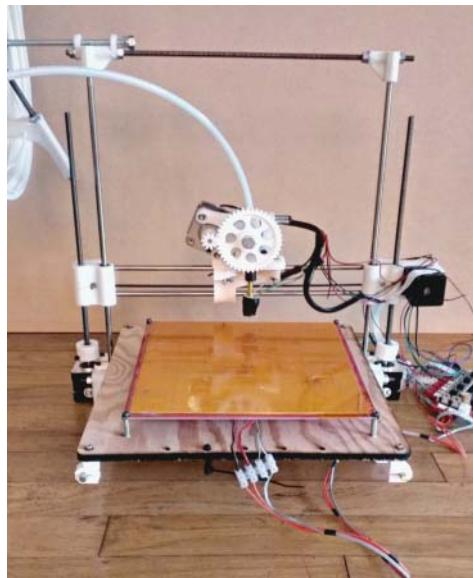

Abbildung 11.6: Ein RepRap Wallace-Drucker von Rich Cameron als RepRap 3D-druckbare Version des minimalistischen Designs im Stil des Printrbot
- ✓ **Wallace/Printrbot:** Wallace (siehe Abbildung 11.6) und der Printrbot verwenden eine ähnliche Konfiguration. Allerdings kann nur Wallace als echter RepRap betrachtet werden, weil seine Teile ausgedruckt werden können. Die Fähigkeit des Printrbot zur Selbstreplikation ist eher eingeschränkt, weil ein Rahmen aus Holzkantteilen dafür erforderlich